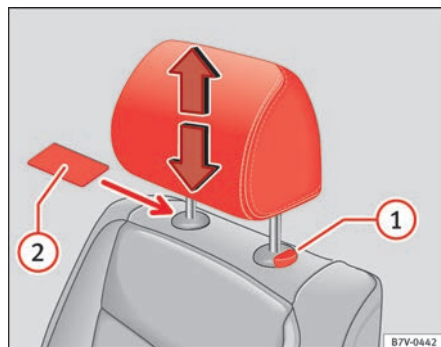

Fig. 86 Desmontar o encosto de cabeça dianteiro.
- Desbloqueie o encosto de cabeça utilizando, se necessário, um objecto plano, tal como um cartão de plástico, e faça-o deslizar entre o estofado do encosto e a tampa da vareta-guia do encosto de cabeça ⇒ Fig. 86 (2).
- Extraia o encosto de cabeça por completo mantendo pressionado o botão (1).